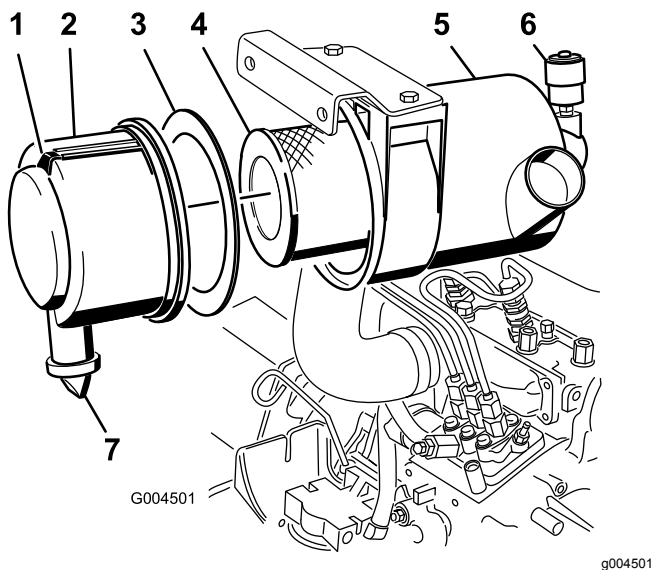

Bild 64
3. Warten Sie den Luftfilter, wenn die Luftfilteranzeige rot anzeigt (Bild 64) oder nach jeweils 400 Betriebsstufen (häufiger in sehr staubigen oder schmutzigen Bedingungen).
1. Ziehen Sie den Riegel nach außen und drehen Sie die Luftfilterabdeckung nach links (Bild 64).
2. Entfernen Sie die Abdeckung vom Luftfiltergehäuse (Bild 64).
4. Entfernen und wechseln Sie den Hauptfilter aus (Bild 64).
6. Stellen Sie sicher, dass die Schaumdichtung in der Abdeckung liegt und nicht gerissen oder beschädigt ist (Bild 64).
- A. Nehmen Sie das Gummiauslassventil von der Abdeckung ab (Bild 64).
10. Stellen Sie die Anzeige (Bild 64) zurück, wenn sie auf Rot steht.